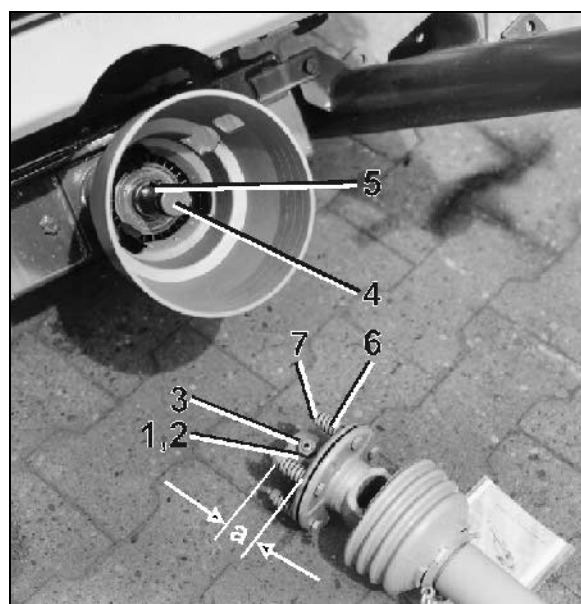

Fig. 77
2. Avlast fjærene (Fig. 77/6) ved å løsne mutrene (Fig. 77/7).